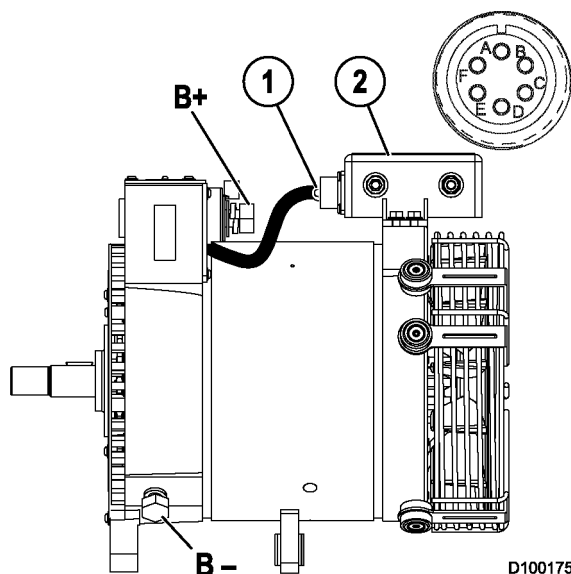

FIGURA 10-14. CONEXIÓN DEL CABLE PUENTE EN EL CONECTOR DEL ARNÉS DE CABLEADO
2. Conecte los conductores del medidor al pin A (F-, Figura 10-14) en el conector del arnés del regulador. Conecte el otro conductor al terminal (B-) de conexión a tierra del alternador. El DMM debe mostrar una resistencia muy alta. Si el DMM muestra menos que 100 000 ohmios, la bobina de campo está conectada a tierra. Reemplace la bobina de campo.